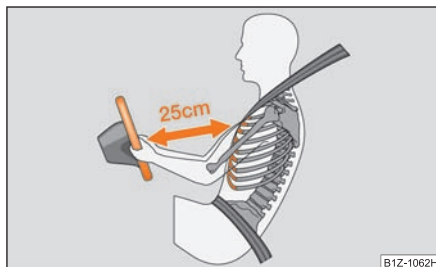

Fig. 152 Distanța sigură față de volan
- Atât pentru conducător cât și pentru pasagerul dreapta este important să păstreze o distanță de cca. 25 cm față de volan, respectiv de tabloul de bord ⇒ fig. 152. Dacă nu se respectă această distanță, sistemul airbag nu își poate exercita eficiența maximă – Pericol! Pe lângă acestea, scaunele din față și tetierele trebuie să fie întotdeauna reglate în funcție de mărimea corpului.